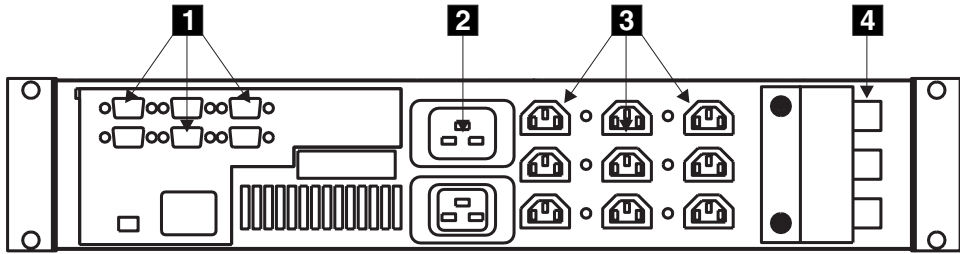

图 109. 不间断电源（后视图）
4. 断开主电源线 **2** 的连接。请参阅第 164 页的图 109。